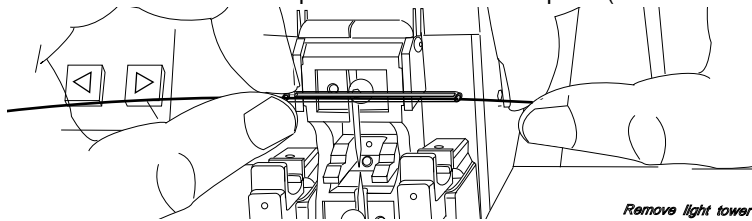

Abbildung 48
- b) Öffnen Sie die Faserklemmen. Entfernen Sie vorsichtig die Faser aus der V-Nut. Schieben Sie den Spleißschutz über den Spleiß (siehe Abb. 48).